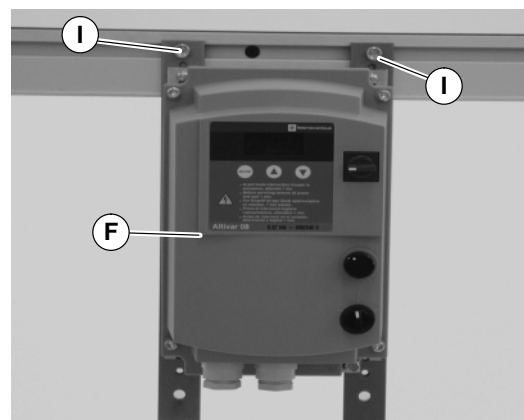

Abbildung 5
3. Frequenzumrichter (F siehe Abbildung 5) am Förderband mit Schrauben befestigen (I).